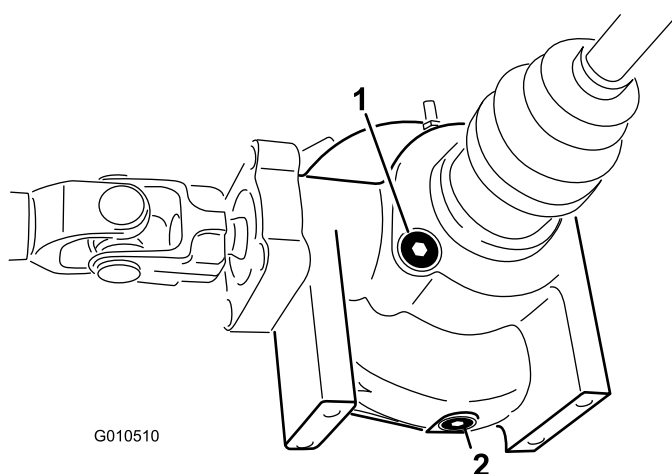

Figure 21
2. Nettoyez la surface autour du bouchon de remplissage/contrôle sur le côté du différentiel (Figure 21).